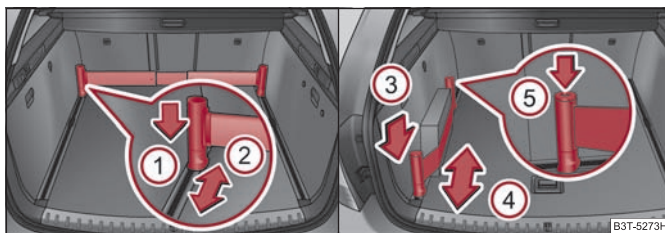

Fig. 91 Barra telescópica y correa tensora
- Presione la parte superior del soporte en la dirección de la flecha ① ⇒ fig. 91 y empujela simultáneamente a la posición deseada, flecha ②.
- Presione el soporte en la dirección de la flecha (3) ⇒ página 96, fig. 91 y empújelo simultáneamente a la posición deseada, flecha (4).
- Presione la tecla (5) en el lado superior del soporte y tense la correa.
- Puede enrollar completamente la correa tensora presionando la tecla (5) ⇒ página 96, fig. 91. ■